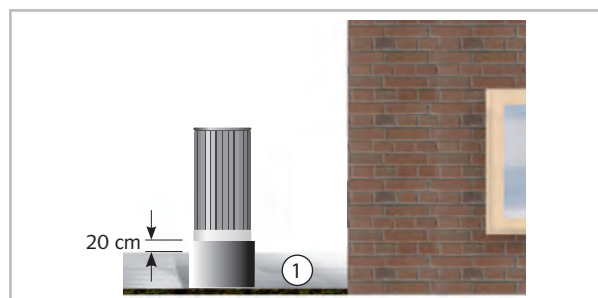

Abb. 20: Schutz vor Schnee
- Wird das Außenmodul in einer Gegend mit starkem Wind aufgestellt, muss das Gerät vor dem Wind geschützt werden und es wird ein zusätzliches Stabilisieren empfohlen. Das kann z.B. mit Drahtseilen oder anderen Konstruktionen realisiert werden. Bei der Montage sind Schneegrenzen zu beachten (Abb. 20).
- Beachten Sie bei der Aufstellung die zu erwartende Schneehöhe und eine Erhöhung um ca. 20 cm, damit ganzjährig ein freies Ansaugen und Ausblasen der Außenluft gewährleistet werden kann (Abb. 20).